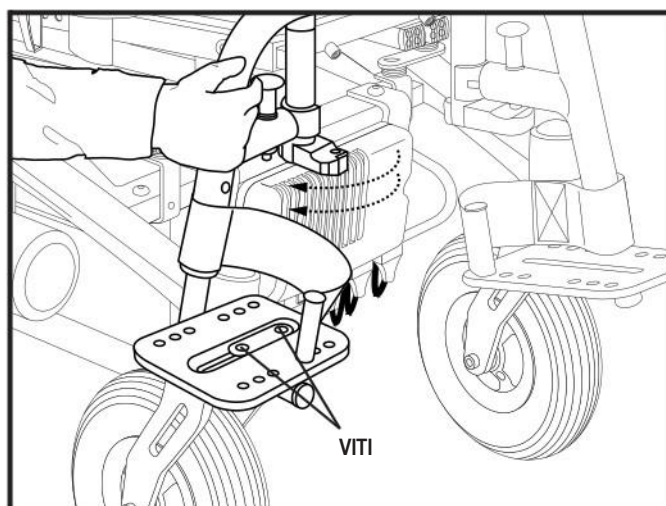

Figura 20. Regolazione pianale
1. Allentare i dadi sulle due viti sul lato inferiore del pianale. **Vedere figura 20.**